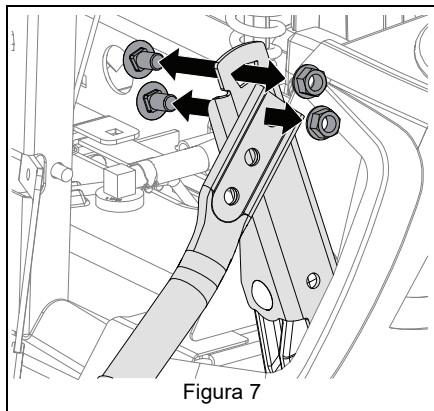

Figura 7
1. Quite la tornillería que sujeta las palancas de dirección a los brazos inferiores de control. Consulte Figura 7.